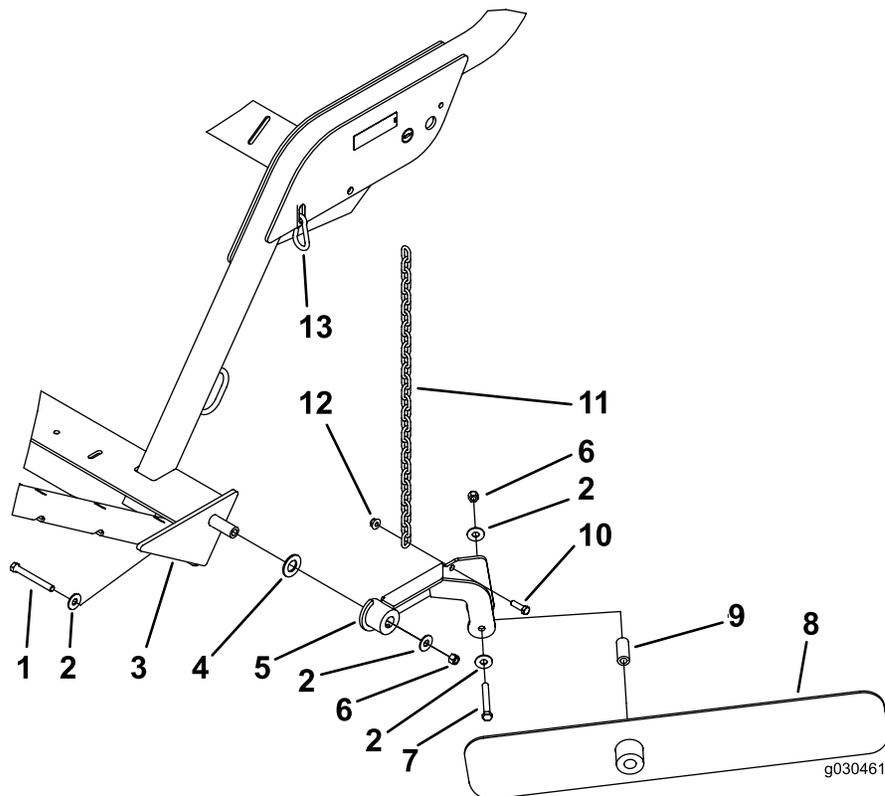

图16
注意 如图16所示固定各组件的位置。
2. 用 1 个螺栓 7/16 x 3/4 英寸、2 个扁平垫圈、1 个隔片和 1 个锁紧螺母 7/16 英寸 将料堆刀片固定到安装组件上。如图16所示固定各组件的位置。
- 用 1 个螺栓 $\frac{3}{8} \times 1\frac{1}{4}$ 英寸 和 1 个凸缘螺母 $\frac{3}{8}$ 英寸 将链条固定到刀片安装组件上 图16。
- 用弹簧扣环将链条的另一端安装在机架上的槽中 图16。